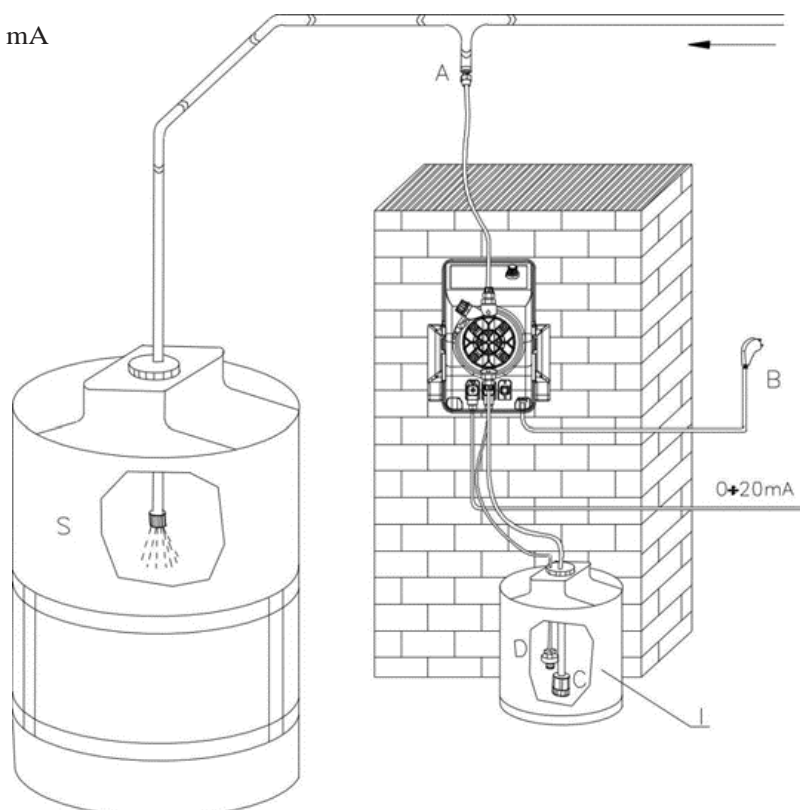

Abb. 17
8.2 - TYPISCHER ANLAGENPLAN (Abb. 17)